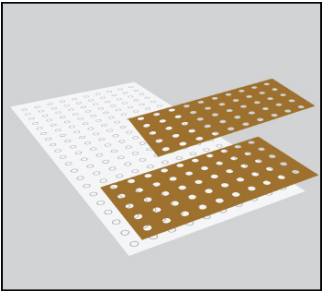
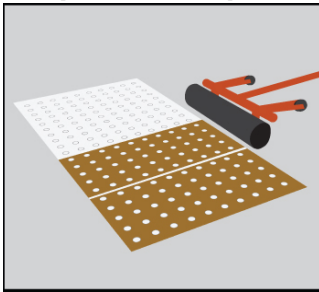
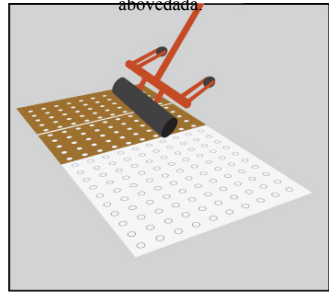

Figura 12: Coloque las hojas con agujeros e insértelo en la hoja abovedada.
Figura 13: Coloque el rodillo inclinando la manija hacia abajo.
Figura 14: Pase el rodillo a la siguiente sección de 4 pies cuadrados
4. Pase el rodillo a la hoja abovedada: A la vez que se ha logrado adecuado calor, inmediatamente coloque las hojas corrugadas con agujeros en la superficie de las hojas de cúpula (Figura 12). Con el rodillo en posición vertical al parte inferior de la rampa, y la segmentación principal del rodillo cercano al material, incline el peso del rodillo en el giro ruedas. Eleve la segmentación del rodillo por encima de la superficie de la hoja corrugada y póngala en el centro de la hoja. **Nota: No permita que el giro de las ruedas en contacto con las hojas corrugadas con agujeros.** Baje el segmento del rodillo en las primeras hojas corrugadas con agujeros (Figura 13). Inmediatamente pase el rodillo desde la mitad de las hojas corrugadas con agujeros al borde exterior y vuelva al borde contrario (más cercano a usted). El primer paso debe ser “ascendente” si lo aplica en una rampa o cuesta). (Figura 14). Repita los pasos para todos de las hojas corrugadas. **Nota: No vuelva a utilizar las hojas corrugadas.**